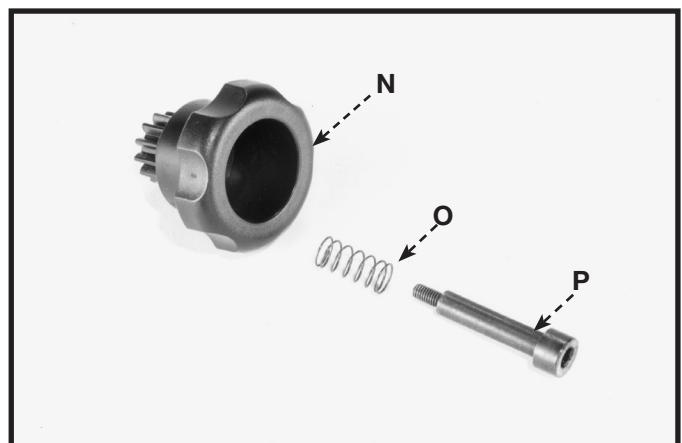

Fig. 14
7. La fig. 14 illustre le bouton d'inclinaison de la table (N), le ressort (O) et la vis spéciale (P), retirés à l'**ÉTAPE 1**.